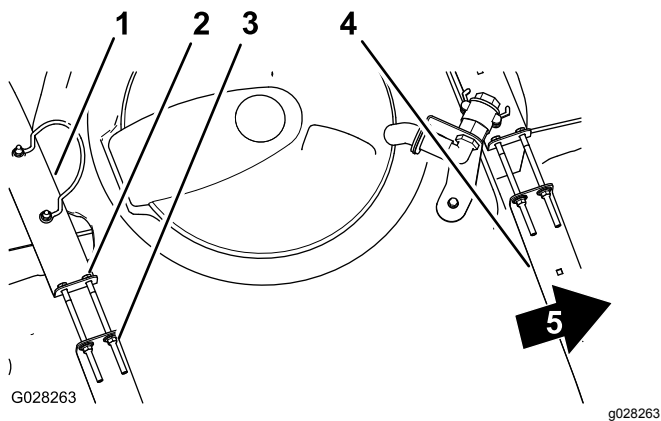

Рисунок 26
- Убедитесь в отсутствии люфта между хомутами и баком (Рисунок 26).
3. Если хомуты вокруг бака ослаблены, затяните фланцевые контргайки и болты в верхней части хомутов заподлицо с поверхностью бака (Рисунок 26).